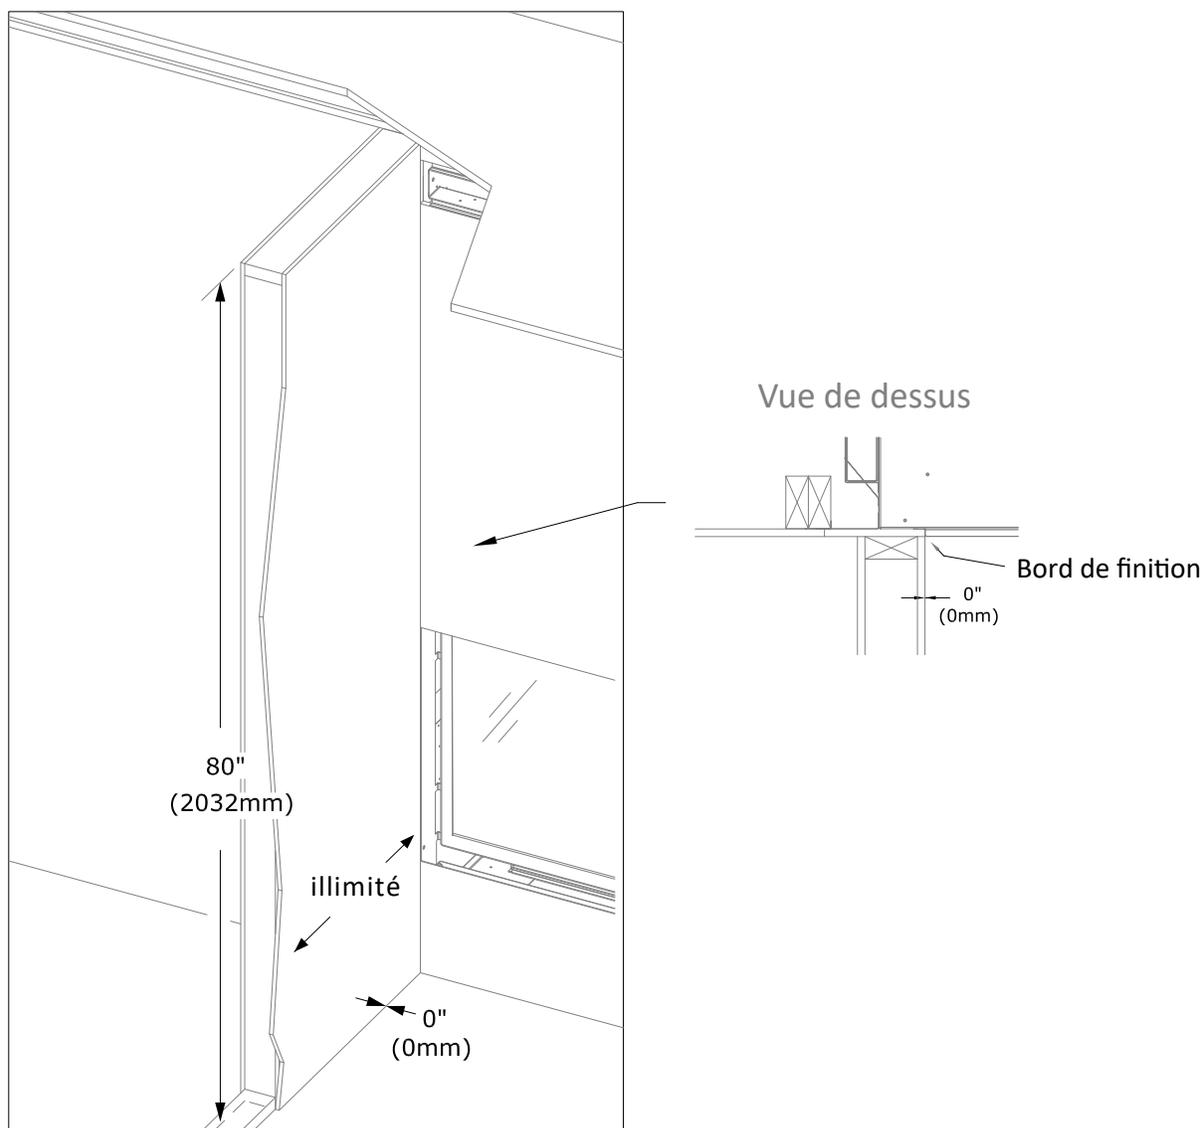

Figure 3.12 - Exigences pour un mur latéral combustible (pour le foyer Nordik 60TL)
- Dégagements aux murs latéraux combustibles : Le dégagement minimum des côtés du foyer aux murs latéraux adjacents est de 0 po (0 mm) et à cette distance, les murs latéraux peuvent être de longueur illimitée. Voir Figure 3.12.
- La Figure 3.12 montre la projection illimitée d'un mur latéral adjacent au foyer, situé à 0 po (0 mm) de dégagement minimum du bord de finition latéral du foyer. Avec ce dégagement de 0 po (0 mm), le mur latéral arrive vis-à-vis le côté de la sortie d'air chaud du plénum du kit KZK, et le mur latéral arrive aussi vis-à-vis le bord de finition latéral du foyer.